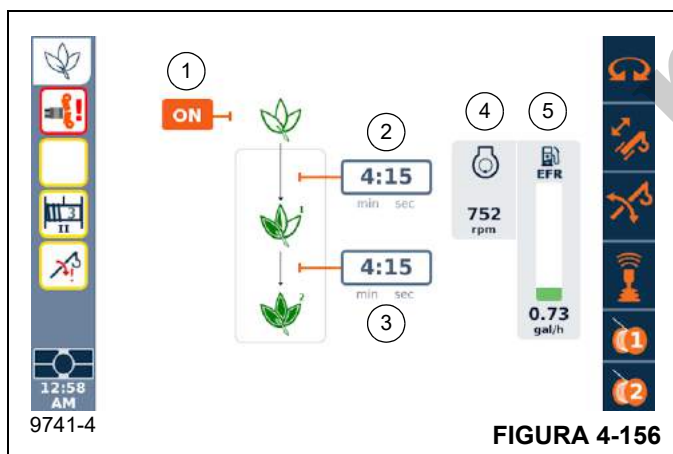
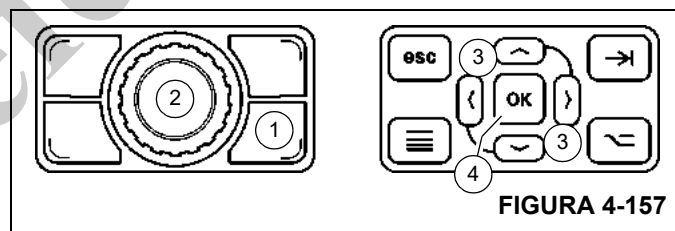

FIGURA 4-156
FIGURA 4-157
A tela de funções do Modo ECO (Figura 4-156) permite ao operador ativar ou desativar a função do Modo ECO. A tela de funções também permite ao operador especificar o tempo de inatividade das funções do guindaste antes que a rotação do motor do guindaste seja reduzida da rotação de trabalho do motor para as duas velocidades de marcha lenta.
O ícone LIGA/DESLIGA (1, Figura 4-156) é usado para ativar ou desativar a função do Modo ECO.
- A rotação do motor diminuirá automaticamente para a marcha lenta de 950 rpm após todas as funções do guindaste terem parado (controladores em posição neutra) e o período de tempo que foi especificado na Configuração do atraso de tempo de marcha lenta 1 (2, Figura 4-156) ter passado.
- A rotação do motor diminuirá automaticamente para a marcha lenta de 800 rpm após todas as funções do guindaste serem desativadas e o período de tempo que foi especificado na Configuração do atraso de tempo de marcha lenta 2 (3, Figura 4-156) ter passado.
1. Pressione o Botão de alternância de tela (1, Figura 4-157) no Botão rotativo para selecionar o controle de tela do ODM. Usando o Botão rotativo (2, Figura 4-157), selecione um dos campos de número de atraso de tempo (a caixa ao redor do número se tornará laranja, Figura 4-156), então pressione o Botão rotativo (2) (o número se tornará branco com fundo laranja).
Usando os Botões de seta (3, Figura 4-157), na Placa de controle de navegação do ODM, selecione um dos campos de número de atraso de tempo (a caixa ao redor do número se tonará laranja, Figura 4-156), então pressione o Botão OK (4) (o número se tornará branco com fundo laranja).